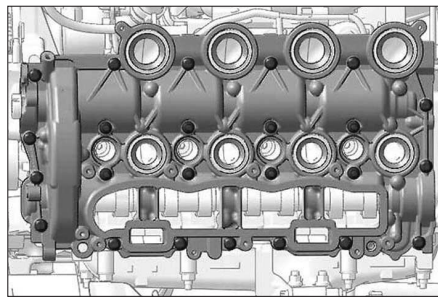

FIG. 81
- le carter chapeaux de paliers d'arbres à cames (Fig.81).